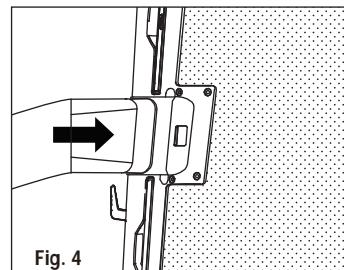

Fig. 4
2. Deslizar el adaptador A en el orificio de escape de la unidad como se muestra en la Fig. 4.